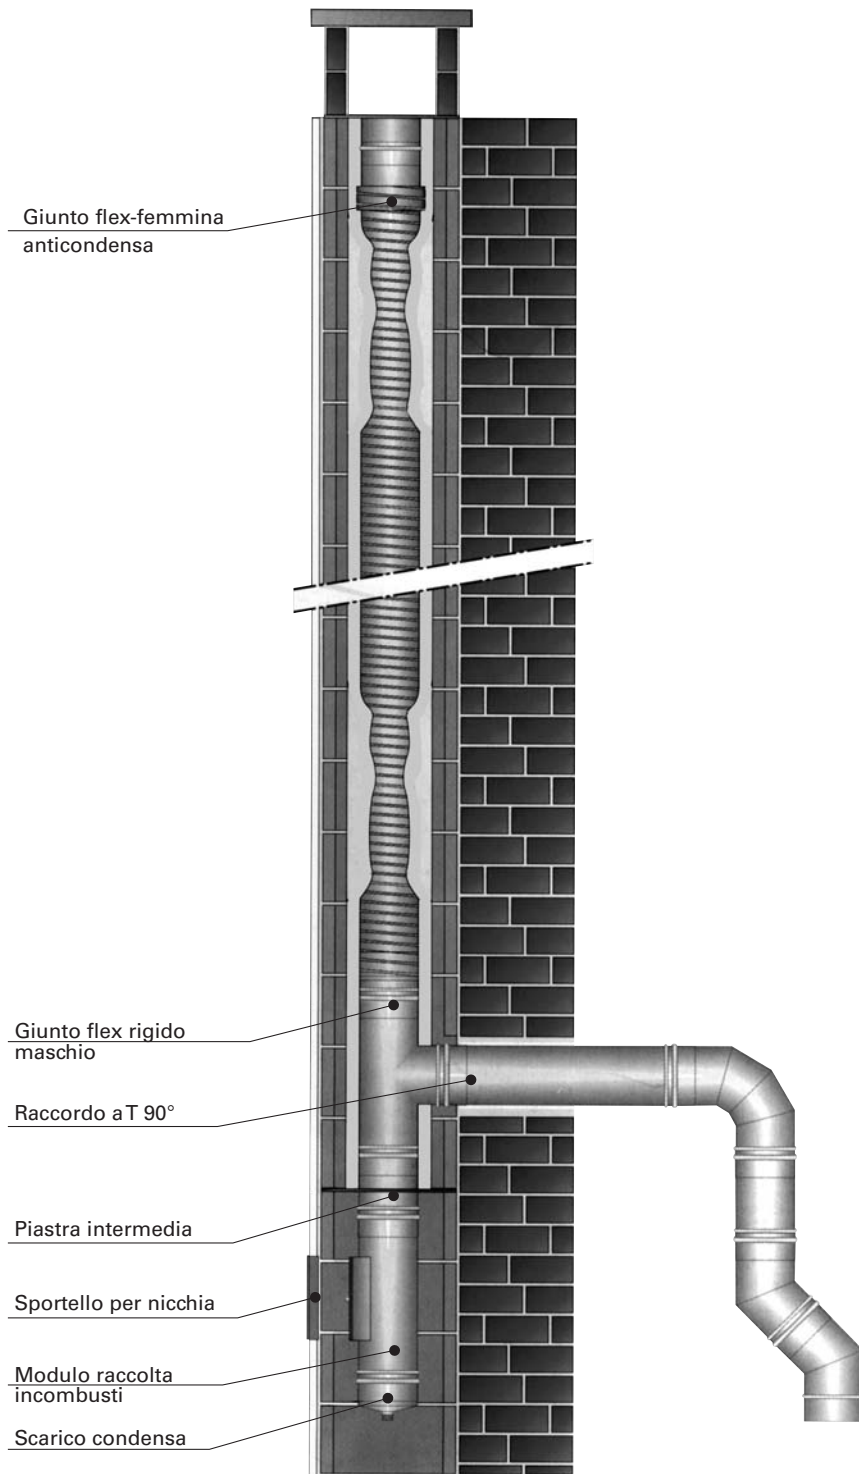

FIG. 4 *Installazione per condotti intubati funzionanti in depressione.*
5.2. Schema di montaggio per condotti lavoranti in pressione negativa (Fig. 4)